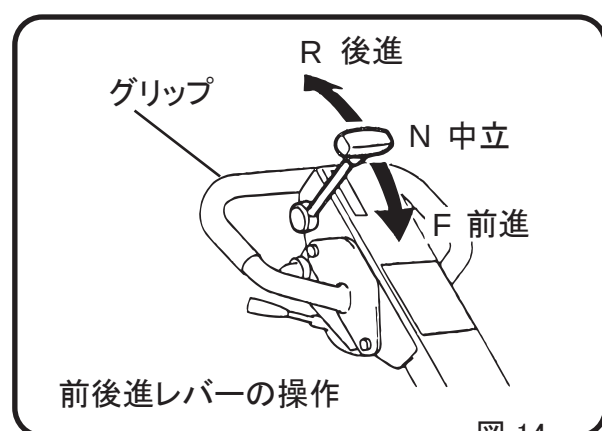

図 14
- 2 前後進レバーを操作して、本機を前後進させます。走行レバーを前に倒すと前進、後ろに引くと後進し、中立の時はその場で振動します。(図14)